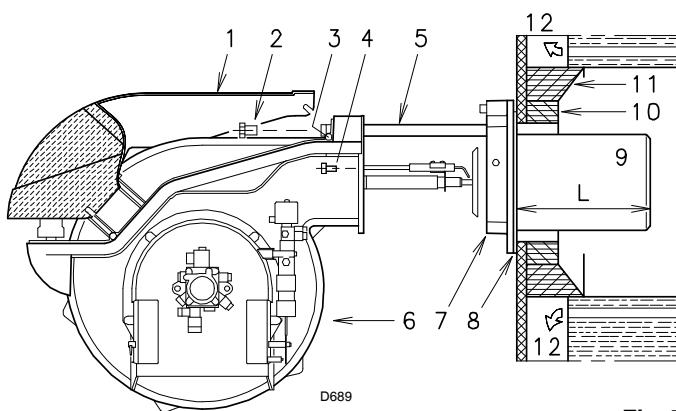

Fig. 7
### 5.4 Longitud tubo llama (Fig. 7)
En calderas con frontal refrigerado por agua, no es necesario el revestimiento refractario 10)-11)(Fig. 7), salvo que lo indique el fabricante de la caldera.
Después de haber efectuado esta eventual operación, fijar la brida 7)(Fig. 7) a la placa de la caldera, intercalando la junta 8) que se suministra. Tras haber provisto a la protección de la rosca con algún producto antibloqueo (grasa para temperaturas altas, compuestos, grafito), utilizar los 4 tornillos que se suministran.
- Abrir el quemador sobre las guías como en (Fig. 7 pág. 12).